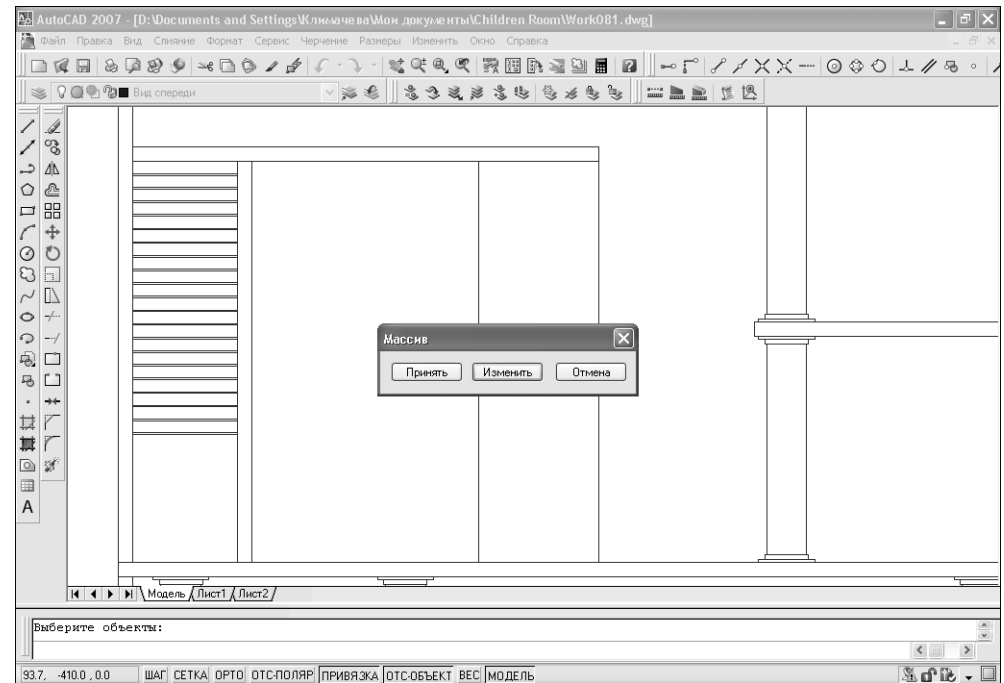

Рис. 8.35 ▼ Предварительный просмотр массива
- Щелкните на кнопке **Просмотр** (Preview). Диалоговое окно **Массив** (Array) закроется, а на экране появится созданный массив и диалоговое окно **Массив** (Array) с тремя кнопками: **Принять** (Accept), **Изменить** (Modify) и **Отмена** (Cancel) (рис. 8.35).